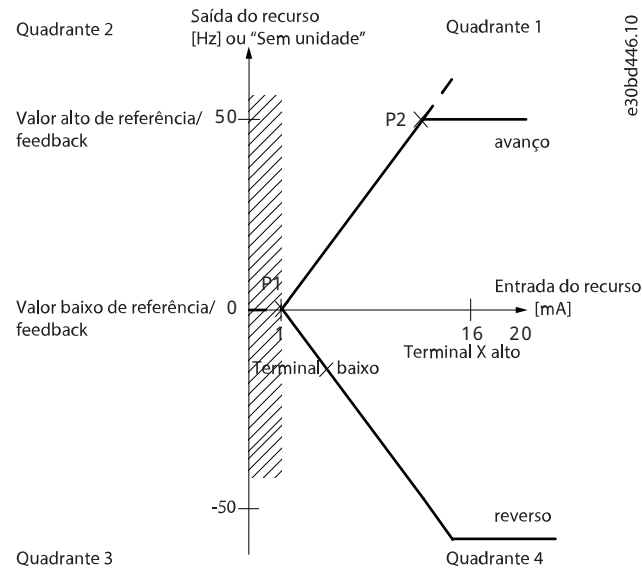

Figura 43: Tamanho da banda morta
- Defina o valor de referência mínima ou o valor de referência máxima em 0. Em outras palavras, P1 ou P2 devem estar no eixo X em Figura 43.
P1 ou P2 define o tamanho da banda morta como mostrado em Figura 43.